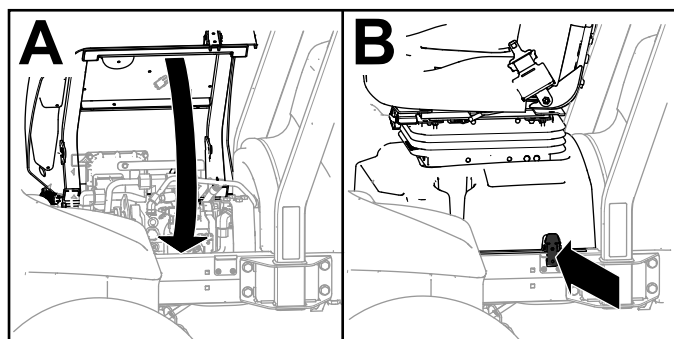

**Figura 95**
4. Gire el asiento y la base del asiento a la posición de cerrado y enganche la base (Figura 95).